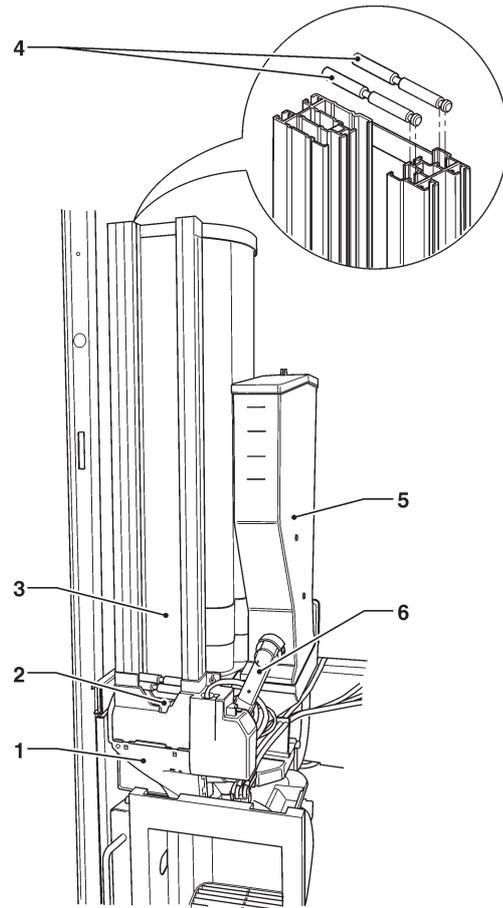

Fig. 9
- quitar, tirando hacia arriba, los contrapesos para las paletas, exterior e interior (véase la fig. 9);